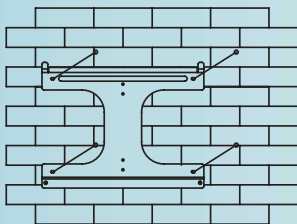

Fig. 4
- Utilizar el marco de montaje que se acompaña como plantilla para perforar los orificios (Fig. 4).